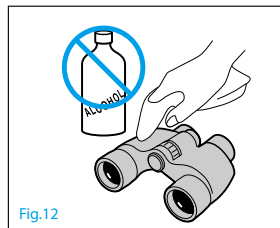

Fig.12
8. Après avoir éliminé la poussière avec un soufflet, nettoyez le boîtier avec un chiffon doux et sec. Après une utilisation au bord de la mer, utilisez un chiffon doux et propre légèrement humidifié d'eau pour éliminer le sel qui pourrait avoir adhéré à la surface. Puis, séchez la surface en l'essuyant avec un chiffon sec. N'utilisez pas de benzène, diluant ou autre agent organique. (Fig. 12)